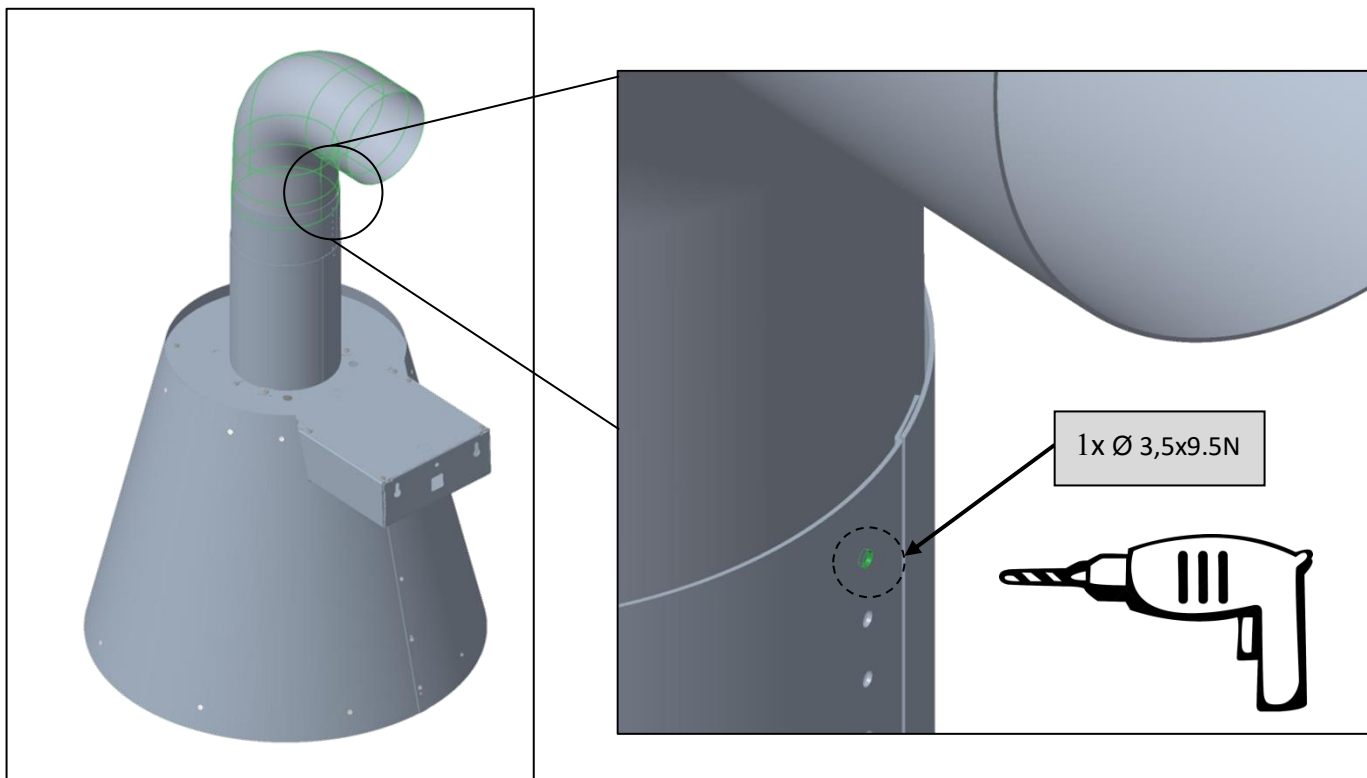

FIG. 11
- Se for utilizado o tubo de 90° fornecido (saída de parede), deve ser inserido na chaminé superior: depois furar com uma broca de Ø 2,5 mm em correspondência com um dos orifícios do tubo telescópico e depois fixar as duas partes através de uma dos parafusos pretos Ø 3,5x9,5N fornecidos FIG.11.